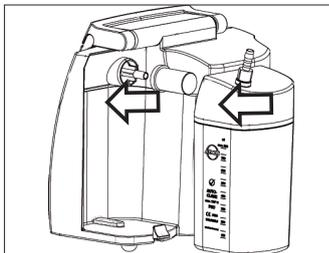

Bild 8.
- Zum Entfernen den DDS-Sekretbehälter waagrecht nach außen ziehen bzw. zum Einsetzen waagrecht auf den Bakterienfilter schieben (Bild 8).